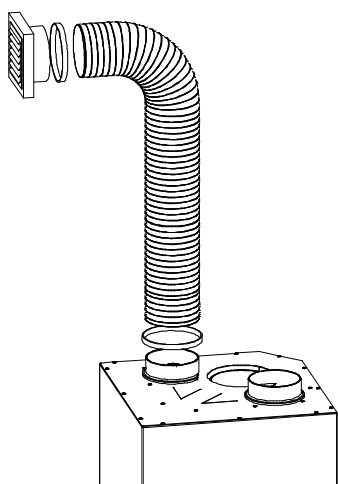
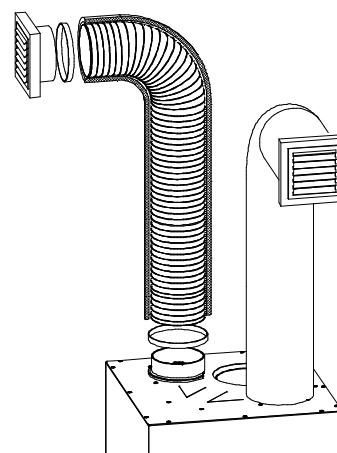

Fig. 14
Fig. 15
- le lunghezze dei tubi di canalizzazione dovranno essere di uguale lunghezza per evitare diverse quantità d'aria distribuita da ogni uscita . (Fig. 14 - Fig. 15)